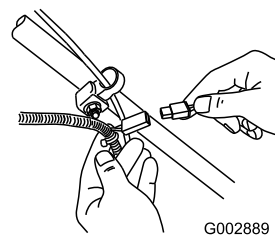

Figura 32
1. Conecte el cargador al arnés de cables del cortacésped, situado debajo de la llave de contacto (Figura 32).